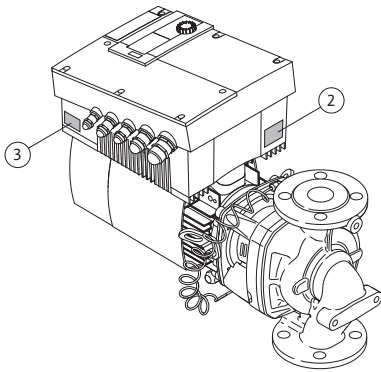

Fig. 12: Position des plaques signalétiques :
- La plaque signalétique de l'entraînement se trouve sur le module électronique du côté des passe-câbles (Fig. 12, pos. 3). Le raccordement électrique doit être effectué conformément aux indications de la plaque signalétique de l'entraînement.